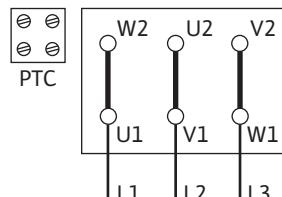

Fig. 10: بدء الدوران ٧-٨
- وترتبط وصلة الكهرباء بقدرة المحرك P2، وجهد شبكة الكهرباء، وطريقة التشغيل. يمكن الاطلاع على دائرة التوصيل اللازمة لقنات التوصيل في علبة الأطراف في الجدول التالي، وكذلك في Fig. 10, و Fig. 11.
أزل قنطرات التوصيل (Fig. 10)	بدء الدوران ٧-٨ (المعيار)